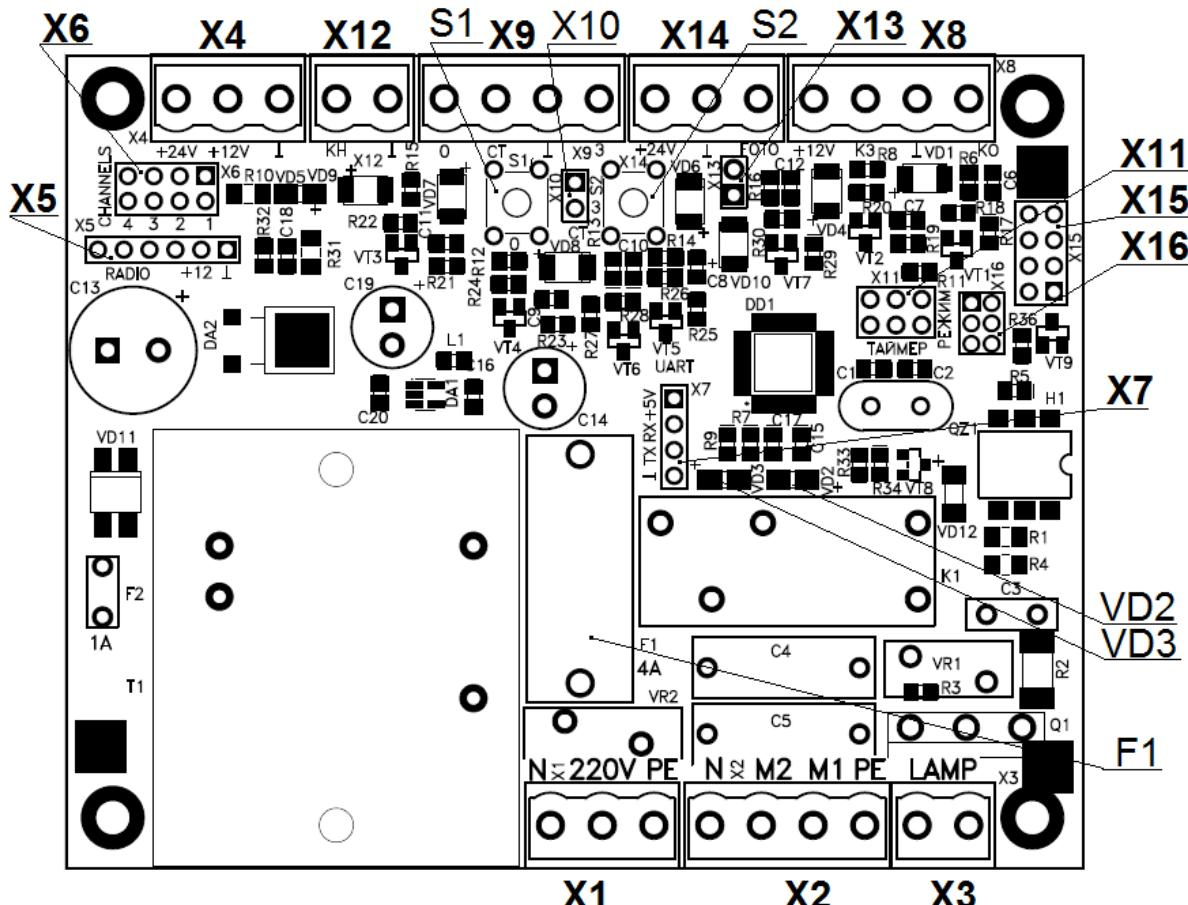

Рисунок 6
Питание шлагбаума однофазное, подключается к разъему X1 (см. Рисунок 6)
Фотоэлементы подключаются к разъему X14 (см. Рисунок 6)
При отсутствии фотоэлементов на переключателе X13 (см. Рисунок 6) должен быть установлен джампер. При отсутствии перемычки шлагбаум не будет закрываться.
Подключается к разъему **X9** (см. Рисунок 6)
3. Блок перейдет в режим настройки задержки таймера. Количество миганий индикаторов открытия и закрытия (см. Рисунок 6) отобразится текущее время задержки в секундах кратное 5. (3 мигания – 15 секунд)
При наличии фотоэлементов можно активировать функцию авто-закрытия шлагбаума, установив перемычку возле подписи «РЕЖИМ», на колодке выбора режима **X11** (см. Рисунок 6).